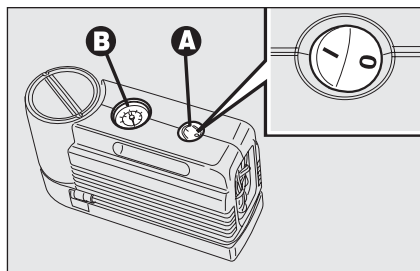
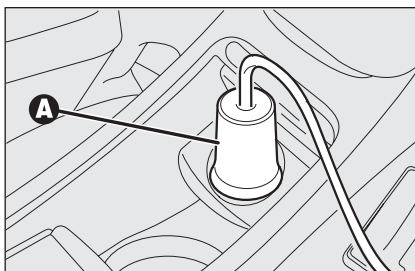

fig. 19
fig. 20
- ❑ s'assurer que l'interrupteur **A-fig. 19** du compresseur est en position **0** (éteint), démarrer le moteur, insérer la fiche **A-fig. 20** dans la prise de courant/allume-cigares sur le tunnel avant et actionner ensuite le compresseur en déplaçant l'interrupteur **A-fig. 19** en position **I** (allumé);
- ❑ gonfler le pneu à la valeur indiquée au paragraphe "Roues" au chapitre "Caractéristiques techniques". Pour une lecture plus précise, il est conseillé de vérifier la valeur de la pression sur le manomètre **B-fig. 19** le compresseur éteint;